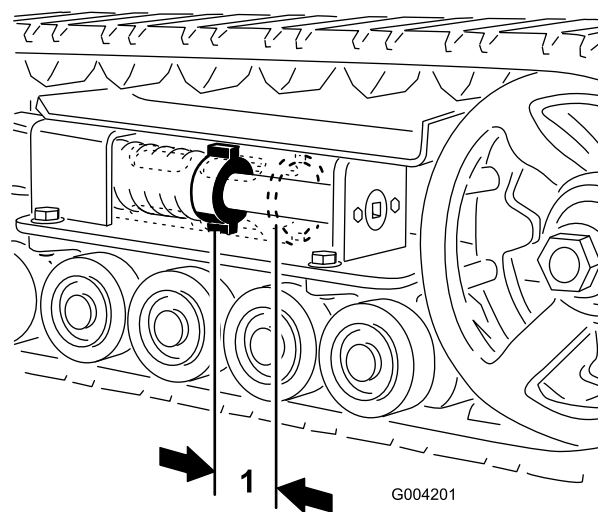
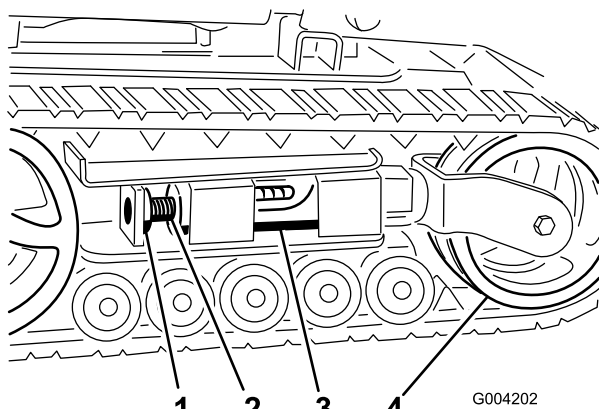
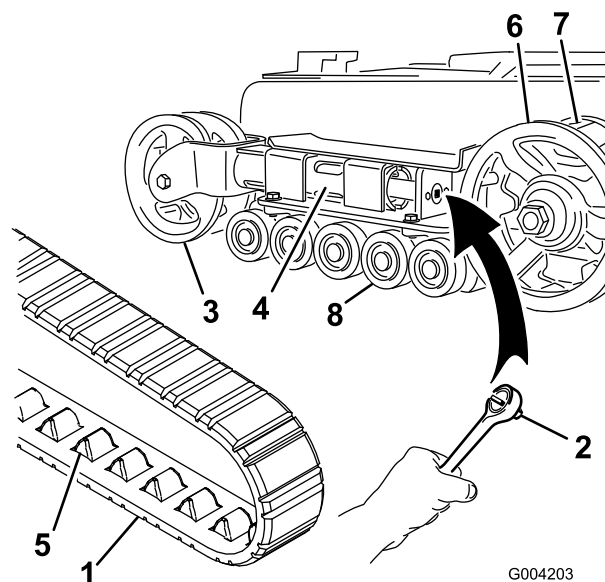
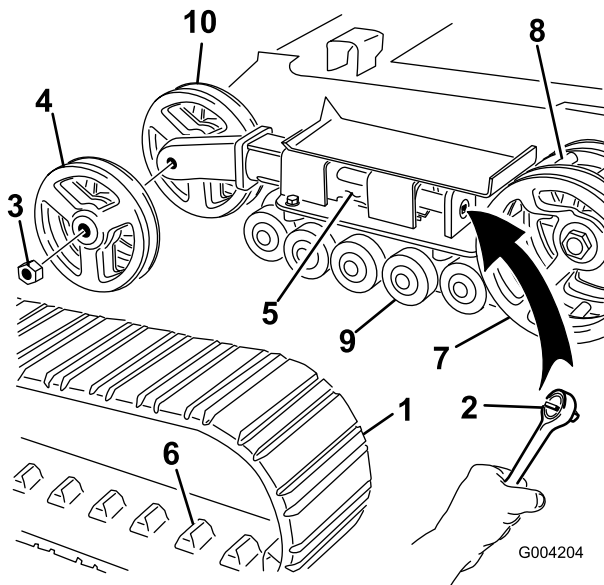

Figure 43
Figure 44
Figure 45
Figure 46
L'écrou de tension et l'arrière du tube de tension doivent être distants de 7 cm (Figure 43). Si ce n'est pas le cas, réglez la tension des chenilles comme suit :
3. Enlevez le boulon et l'écrou de blocage (Figure 44).
- À l'aide d'un entraînement carré de 13 mm (1/2") (Figure 45), tournez la vis de tension dans le sens antihoraire jusqu'à obtention d'un espacement de 7 cm entre l'écrou de tension et l'arrière du tube de tension (Figure 43).
- Alignez l'encoche la plus proche dans la vis de tension avec le trou du boulon de blocage et fixez la vis avec le boulon et l'écrou de blocage (Figure 44).
- Enlevez le boulon et l'écrou de blocage (Figure 44).
- À l'aide d'un entraînement carré de 13 mm (1/2"), tournez la vis de tension dans le sens horaire pour détendre la transmission (Figure 44 et Figure 45).
- Poussez la roue de tension vers l'arrière de la machine pour appuyer le tube de fourche contre le châssis (Figure 45). (S'il ne touche pas le châssis, continuez de tourner la vis de tension jusqu'à ce qu'il le touche).
- Lorsque la chenille est déchaussée, retirez-la du barbotin et des galets de roulement (Figure 45).
- Pour installer la chenille neuve, commencez par l'enrouler autour du barbotin, en veillant à ce que les crampons s'engagent correctement entre les entretoises du barbotin (Figure 45).
- Poussez la chenille sous et entre les galets de roulement (Figure 45).
- Tournez la vis de tension dans le sens antihoraire, de manière à obtenir un écartement de 7 cm entre l'écrou de tension et l'arrière du tube de fourche (Figure 43).
4. À l'aide d'un entraînement carré de 13 mm (1/2"), tournez la vis de tension dans le sens horaire pour détendre la transmission (Figure 44 et Figure 46).
5. Poussez la roue de tension vers l'arrière de la machine pour appuyer le tube de tension contre le châssis (Figure 46). (S'il ne touche pas le châssis, continuez de tourner la vis de tension jusqu'à ce qu'il le touche).
6. Retirez l'écrou de fixation de la roue de tension extérieure et déposez la roue (Figure 46).
7. Déposez la chenille (Figure 46).
8. Retirez l'écrou de fixation de la roue de tension intérieure et déposez la roue (Figure 46).
12. Posez la roue de tension intérieure et fixez-la avec l'écrou retiré précédemment (Figure 46).
14. Posez la chenille neuve en prenant soin que les crampons s'engagent entre les entretoises au centre du barbotin (Figure 46).
15. Posez la roue de tension extérieure et fixez-la avec l'écrou retiré précédemment (Figure 46).
17. Tournez la vis de tension dans le sens anti-horaire, de manière à obtenir un écartement de 7 cm entre l'écrou de tension et l'arrière du tube de tension (Figure 43).